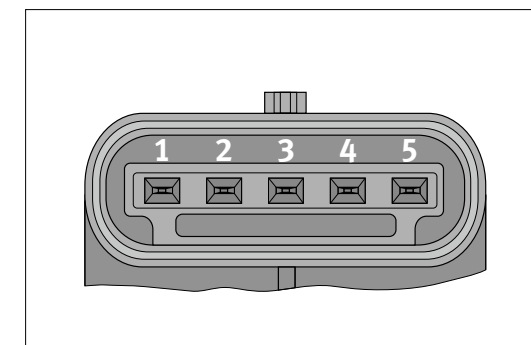

Abb. 2/ Fig. 2/ Puc. 2/ 图2
*Assignment of the housing plug on the EGR valve (Fig. 2)*
*Affectation des bornes du connecteur de boîtier de la vanne EGR (Fig. 2)*
Назначение контактов штекера корпуса клапана системы EGR (рис. 2)